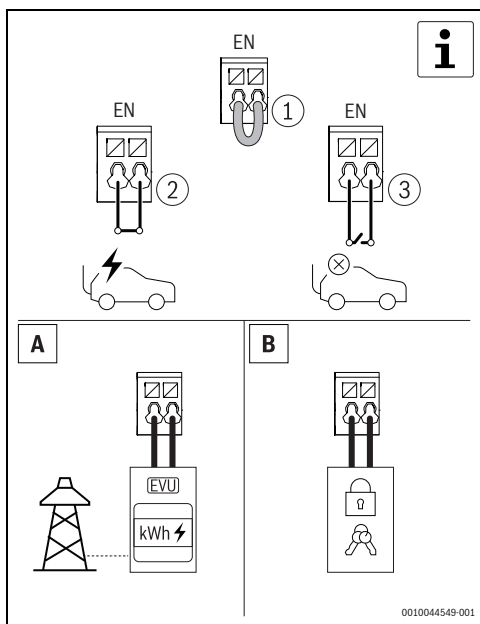

Bild 503 Digital ingång som tillval
- ▶ Lås upp Power Charge 7000i med RFID-kortet, appen eller den externa låsanordningen. Detta steg är valfritt (→ bild 503 och 6.1.5, sida 509).